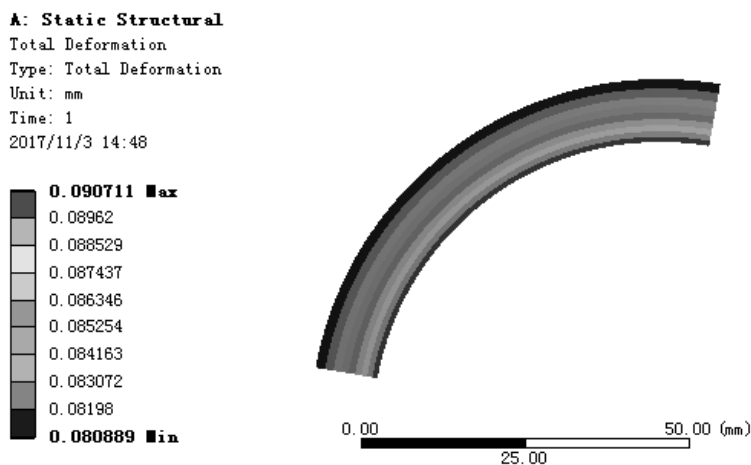

图 7.5.36 位移变形结果图解
(1) 求解分析。在顶部工具栏中单击  **Solve** 按钮求解分析。
(2) 查看位移变形结果图解。在“Outline”窗口中选中  **Total Deformation**，查看图 7.5.36 所示的位移变形结果，其最小位移为 0.080889 mm，最大位移为 0.090711 mm。